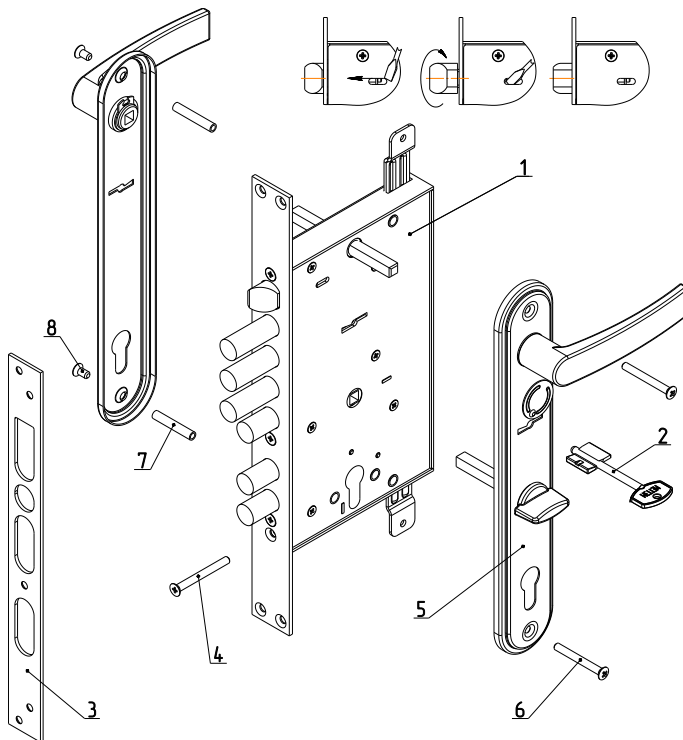

Рис.1
5.2. Установить при необходимости защелку в соответствующее положение для правой или левой двери путем ее выдвигания из корпуса отверткой через паз в крышке замка и разворота на 180° вокруг своей оси (см. рис.1).